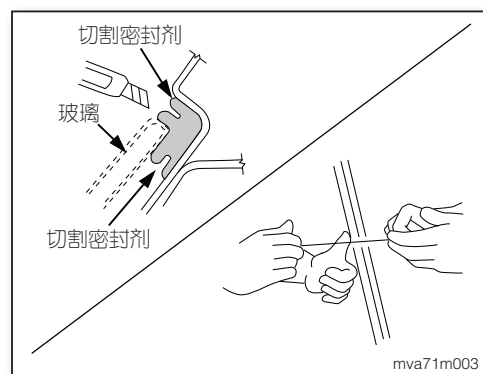

图1
7. 使用钢丝或电动切割工具与可充气泵袋拆下玻璃(如图1~3)。